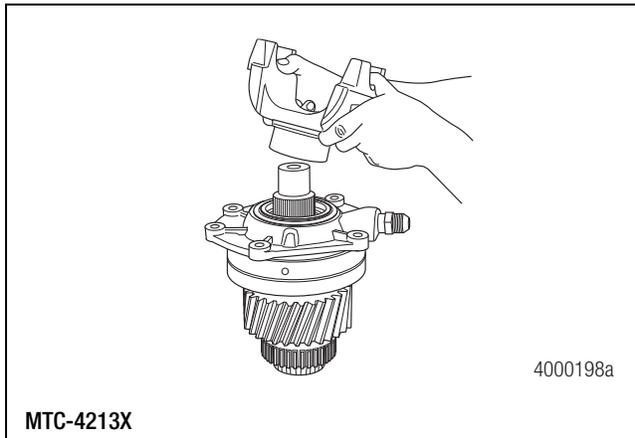

Figure 4.24
3. Utiliser un extracteur de chape pour retirer la chape d'entrée avant. Figure 4.24.